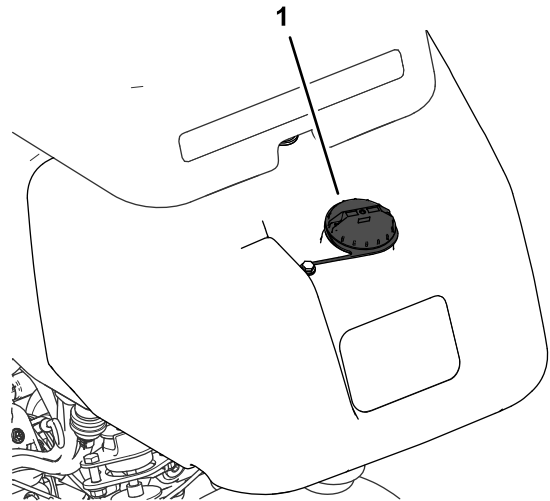

Figura 27
1. Curățați în jurul capacului rezervorului de combustibil și îndepărtați-l (Figura 27).